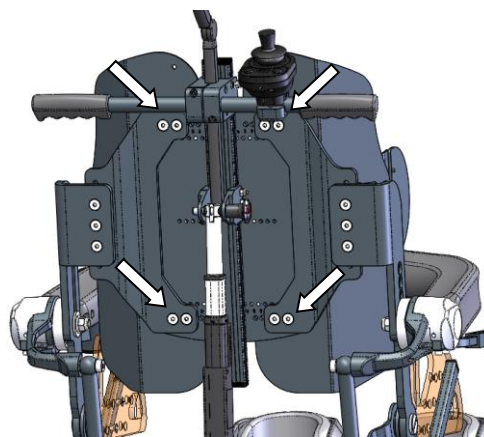

Figure 14 : réglage largeur dossier & accoudoirs
- A l'aide d'un clé 6 pans hexagonale 5 mm, desserrez les quatre vis de réglage de largeur des accoudoirs du même côté que précédemment. (Voir figure 14)